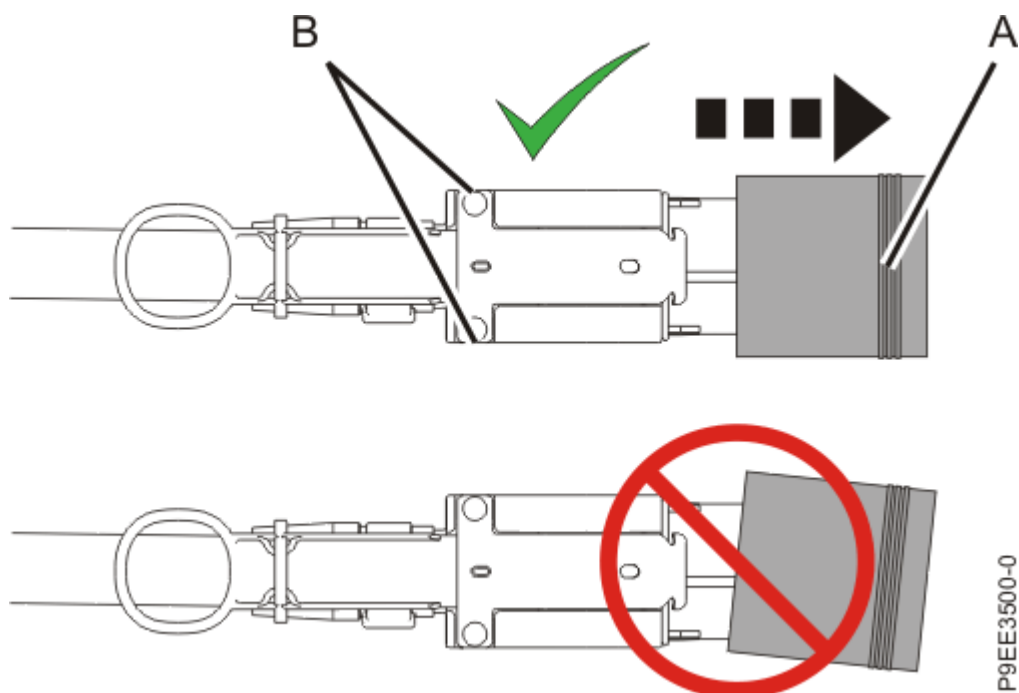

図 5. 拡張ドロワー・ケーブルのコネクタからの保護カバーの取り外し
- b. もう一方の手の指でカバーの長い辺 **(A)** をつまんで、保護カバーを引っ張って外します。6 ページの図 5 を参照してください。